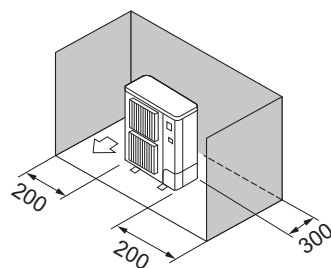

Fig. 3-7
- ③ Solo ostacoli posteriori e laterali (Fig. 3-7)